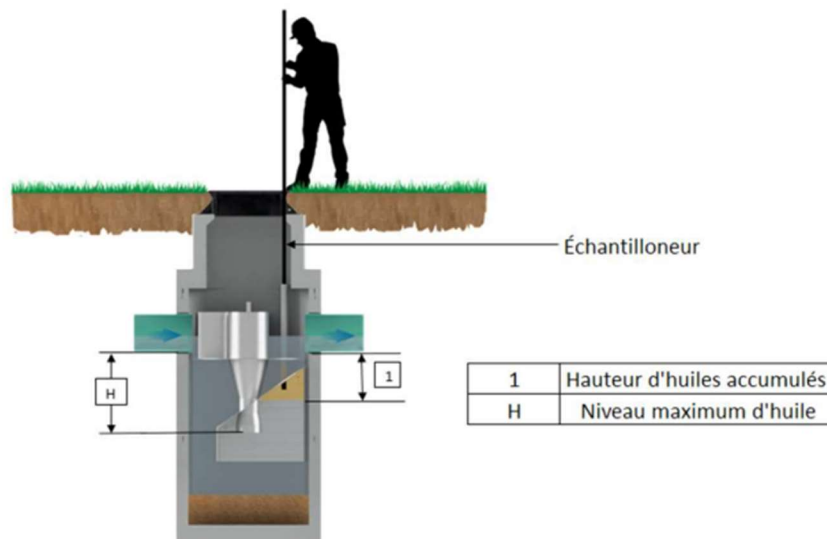

Figure 2 : Méthode d'inspection du niveau d'huile
1. Inspection du niveau d'huile (figure 2)